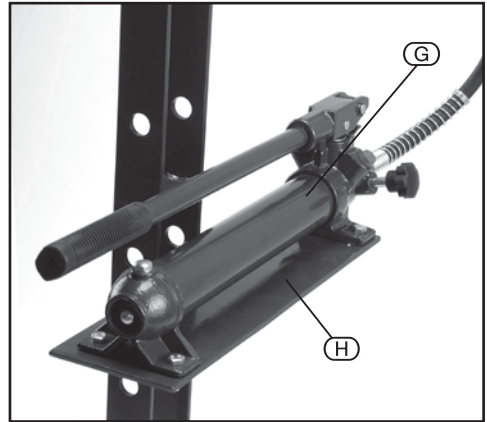

FIG.5
8.3 FITTING THE HYDRAULIC PUMP UNIT - FIG. 5